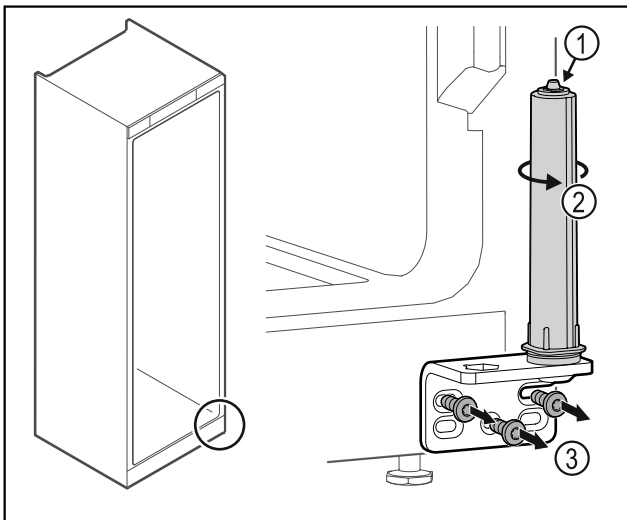

Fig. 32
- ▶ Türschließsystem Fig. 32 (1) nicht zerlegen.
- ▶ Schließsystem Fig. 32 (2) drehen, bis es klickt.
- ▶ Scharnierwinkel abschrauben Fig. 32 (3).